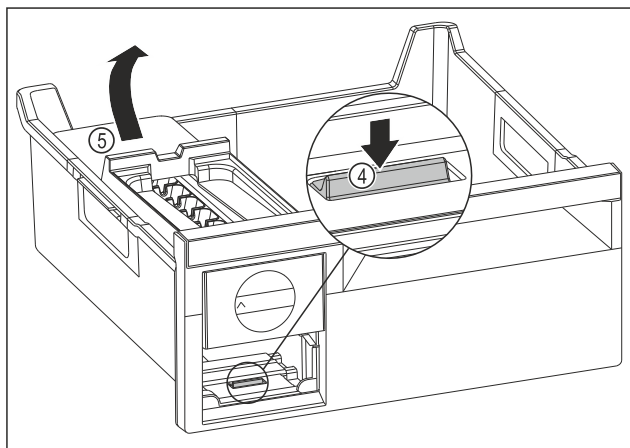

Fig. 141
- Udtagning af EasyTwist-Ice-legemet: Tryk lasken Fig. 141 (4) ned med fingeren, og løft samtidigt EasyTwist-Ice-legemet Fig. 141 (5) med den anden hånd.